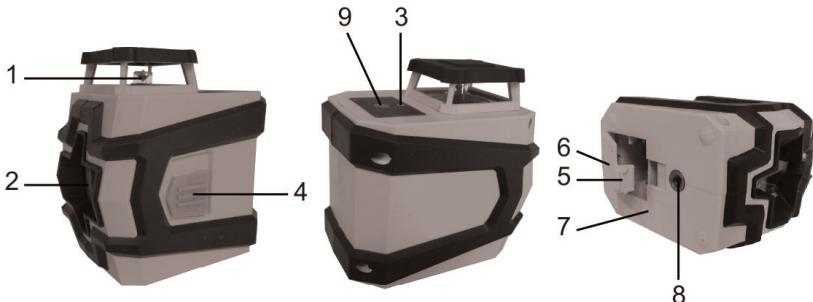

Рис. 1 - Конструкция лазерного уровня MT-3052
Конструкция лазерного уровня MT-3052 (Рис. 1):
Снимите крышку 6 отсека элементов питания, нажав на защелку 5 (Рис.1). Установите новые элементы питания (4 x 1,5В тип «AA») в отсек, соблюдая полярность. Закройте крышку отсека элементов питания.
3.3 Строго горизонтальное и вертикальное построение линий в режиме самовыравнивания. Установите уровень на ровную плоскую поверхность напротив объекта, на который необходимо проецировать лучи. Индикатор выравнивания 3 должен быть сверху. Отклонение от горизонта поверхности, на которой установлен нивелир, не должно быть более $+/- 4^\circ$. Сдвиньте клавишу 4 вверх для работы в режиме самовыравнивания. Включите проецирование лучей кнопкой 9 (Рис.1). Из выходного отверстия 1 проецируется горизонтальный на 360 градусов луч, из отверстия 2 проецируется вертикальный луч. Эти 2 луча формируют на противоположном от уровня объекте две взаимно-перпендикулярные линии, горизонтальную и вертикальную (Рис. D). В течение примерно четырех секунд нивелир автоматически выравнивается. По окончании процесса выравнивания индикатор 3 (Рис. 1) загорится зеленым цветом. Если индикатор 3 мигает красным цветом, это значит, что уровень
1. Нажмите однократно кнопку 9 (Рис. 1) для построения только горизонтальной линии вокруг уровня на 360 градусов.
2. Нажмите дважды кнопку 9 (Рис. 1) для построения только вертикальной линии перед уровнем.
3. Нажмите трижды кнопку 9 (Рис. 1) для построения горизонтальной и вертикальной линий одновременно.
4. Нажмите четыре раза кнопку 9 (Рис. 1) для выключения проецирования лучей.
При транспортировке и хранении недопускайте ударов корпуса о твердые предметы. Хранить прибор необходимо в отапливаемом помещении. Запрещено хранить прибор при отрицательных температурах. При хранении и транспортировке кнопка 4 (Рис. 1, 2) должна быть сдвинута вниз.